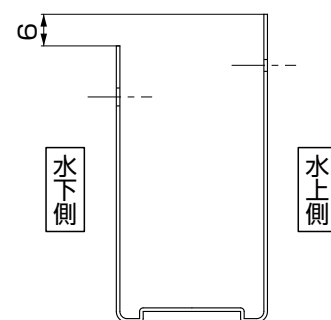

図2-6 梁連結力バー
- 梁連結力バーには、水下側(短い)と水上側(長い)の向きがあります。(図2-6参照)